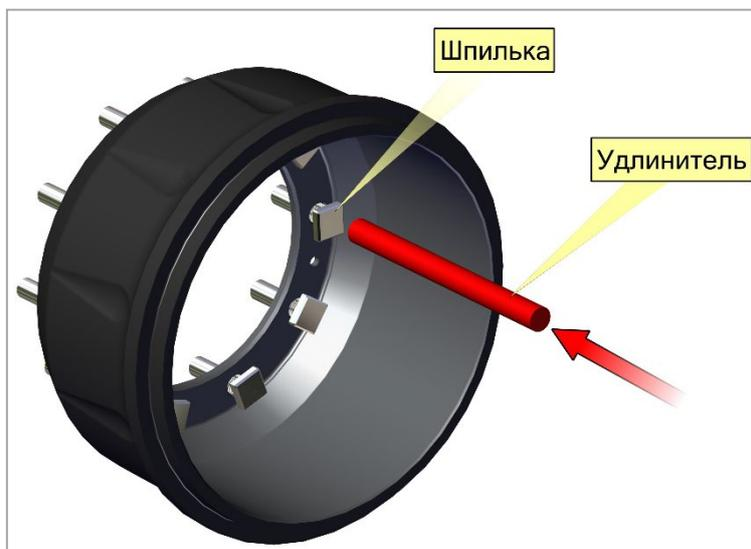

Рис. 14. Тормозной барабан
- 3) Шпильку необходимо надежно устанавливать на место, следя за тем, чтобы она располагалась под прямым углом к поверхности ступицы и точно садилась на внутренний торец тормозного барабана (рис. 14).
Тормозной барабан (рис. 14) необходимо очищать только сухим средствами для очистки. Очистка моющими средствами, воздухом под высоким давлением или механически не разрешается. В течении такой очистки возможно проникновение чистящих средств в колёсный подшипник с дальнейшим его повреждением.